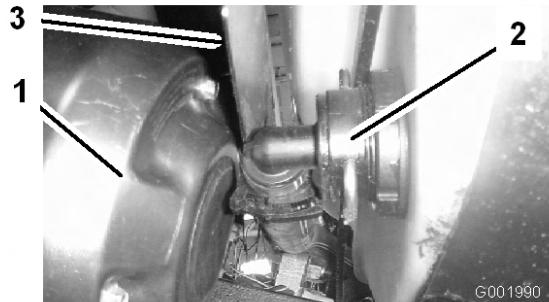

図 52
- タンクの前壁の下にあるホースを外す(図 52)。
注 防熱シールド(図 52)を押しのけないとカバーが取り外せない場合があります。
7. タンク前面下のホースを接続する（図 52）。